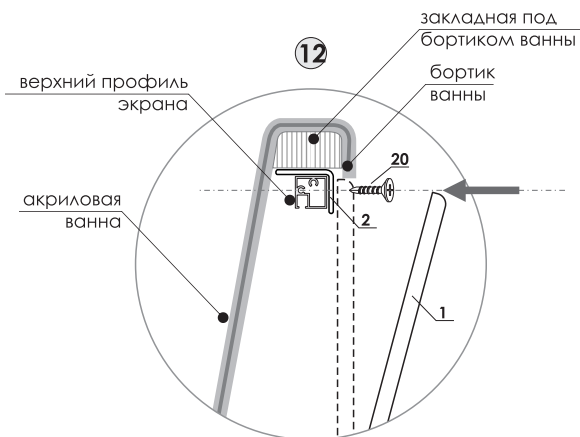

рис. 12
12. С внешней стороны зафиксируйте верхний профиль экрана к уголкам под бортиками ванны, используя шуруп 3,9x13 со сверлом (рис. 12).